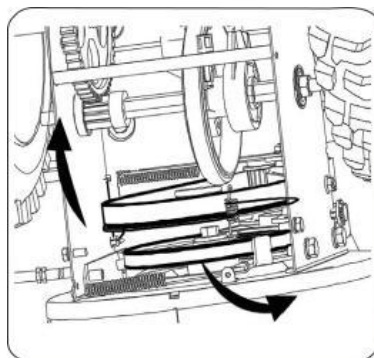

Рисунок 24
4. Ослабьте и выкрутите винт с буртиком, действующий в качестве стопора ремня. Отсоедините пружину опорного кронштейна с рамы (см. рис.24).